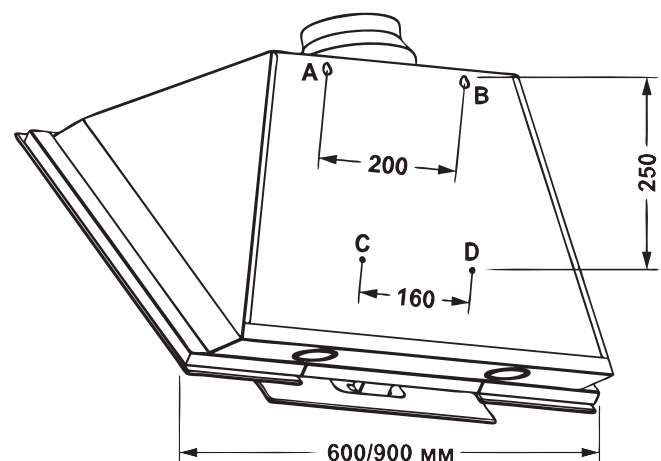

Рис.4
- 6.4 Перед тем, как приступить к сверлению отверстий под крепёжные изделия, необходимо произвести для них разметку на стене. Для этого изготовьте бумажный шаблон с координатами фигурных отверстий блока, приложите шаблон к стене на необходимой установочной высоте, которая указана выше, и выровняйте по уровню (рис.4).
- 6.9 Установите телескопический кожух дымохода на корпусе вытяжки. Поднимите верхнюю панель кожуха с планкой под потолок, чтобы он закрывал воздуховод вентиляции, и разметьте по пазам планки 2 отверстия под крепление (точки Е, F)_(рис.4).
6.12 Установите внешнюю панель кожуха дымохода в пазы на корпусе вытяжки, а внутреннюю – поднимите вверх до совмещения отверстий крепления с планкой и соедините с боков **2-ма шурупами ПКГ 2,9x9,5** (рис.4).